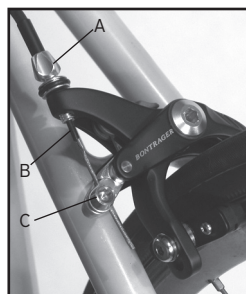

Figure 7 - Pièces de guide-câble
Si nécessaire, utilisez une sonde tranchante pour ouvrir l'extrémité de la gaine afin d'empêcher tout frottement des câbles. S'il y a lieu, installez des embouts de gaine de frein. Les embouts spéciaux avec extension sont conçus pour guider le câble à travers le cylindre de réglage (figure 7).
5. Fixez le câble au frein et appliquez au serre-câble (figure 7) un couple de serrage de 5,7-7,9 Nm.